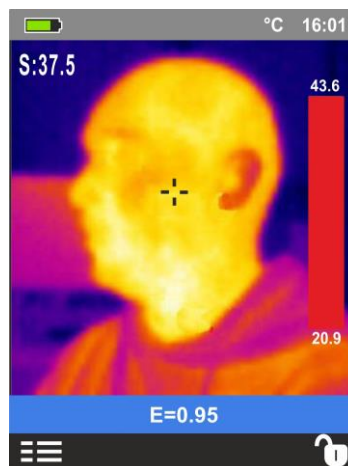

Fig. 37: Visualización de condición de alarma en modo de Cribado
9. Encuadre al sujeto en prueba a una distancia recomendada de 1m. Con una temperatura del sujeto superior al valor de umbral de alarma establecido, la barra asociada con la paleta se vuelve roja y parpadea en la pantalla el instrumento (ver Fig. 37) y se activa una alarma sonora (THT45, THT46)